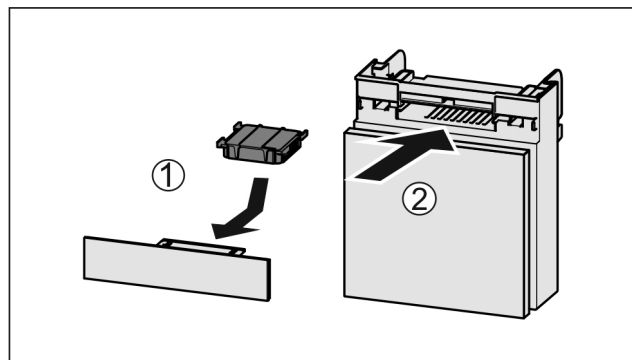

Fig. 162
- Umetnite filtara s aktivnim ugljenom kao što je prikazano na slici Fig. 162 (1).
- Umetnite pretinac Fig. 162 (2).